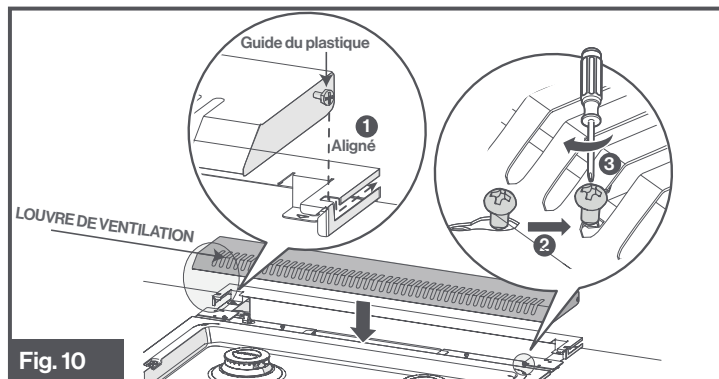

Fig. 10
- Alignez les 2 guides en plastique situés de chaque côté du couvercle de ventilation et insérez-les dans la rainure du panneau décoratif arrière. (Fig. 10)
- Placez le panneau d'aération sur le panneau décoratif arrière avec les ÉVENTAUX vers l'avant. Faites glisser le panneau d'aération le long de la rainure vers le mur jusqu'à ce qu'il se trouve directement derrière la table de cuisson. (Fig. 10)
- Les fentes de montage glisseront sous les 4 têtes de vis lorsque le panneau d'aération sera correctement positionné. Serrez ensuite les quatre vis pour fixer le panneau d'aération à la table de cuisson. (Fig. 10)